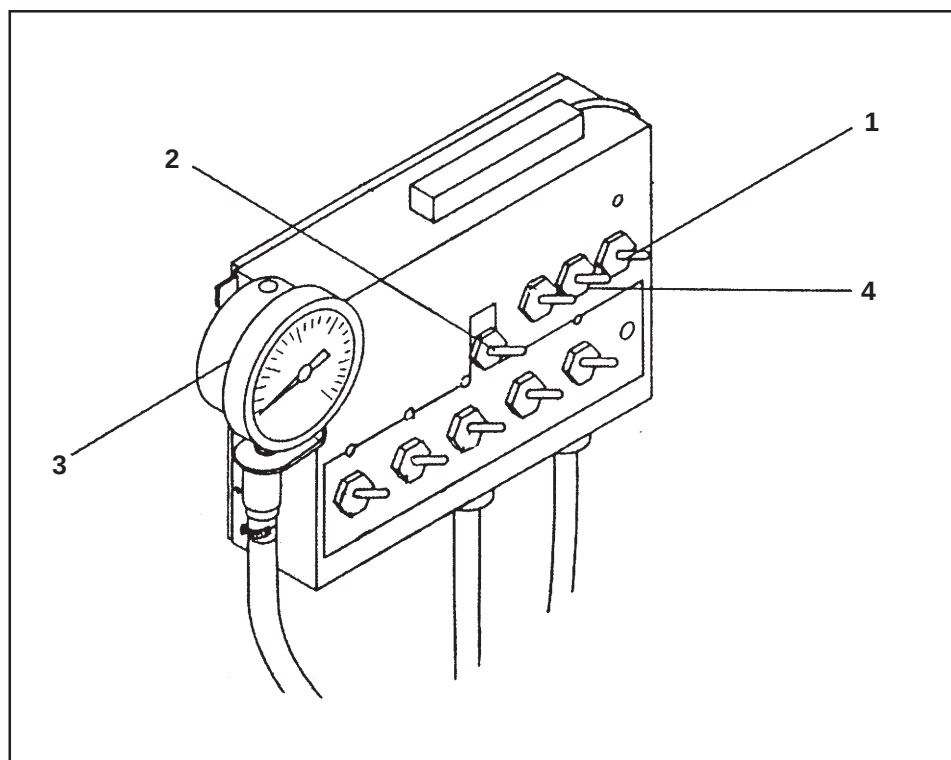
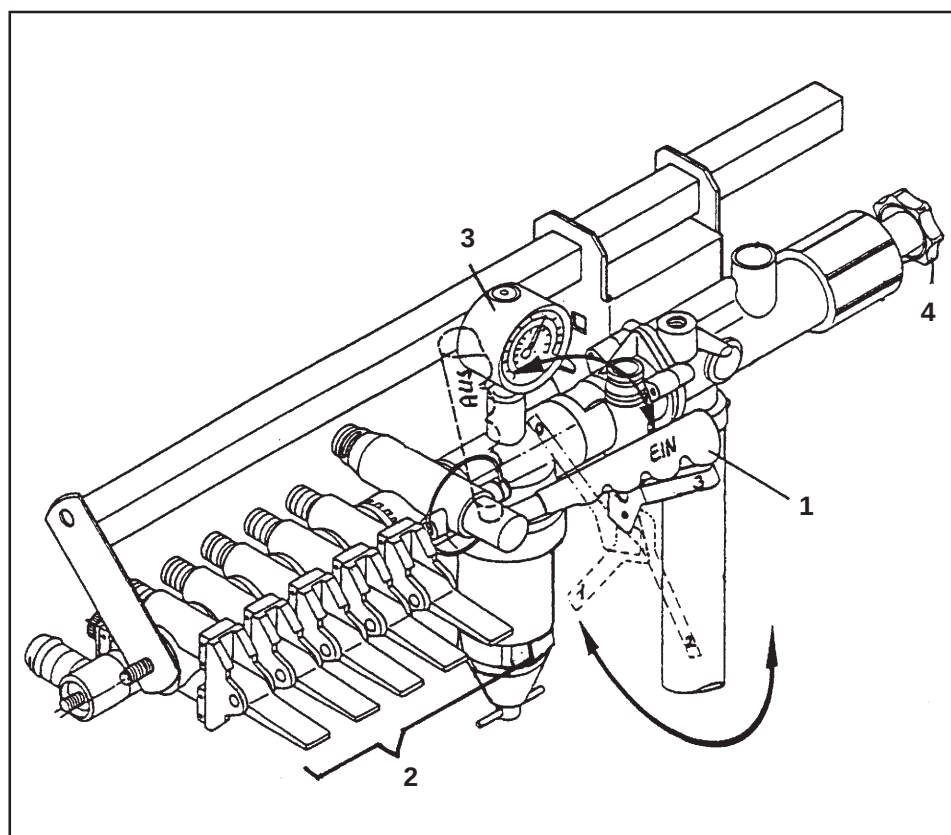

Рис. 6.5
Рис. 6.6
- Выключатель (рис. 6.5/1) электропитания на коробке переключений поставить в положение "I" ("включено"), (только на пультах **"электрический, с дистанционным управлением и коробкой переключений"**).
- Закрывать центральный кран (рис. 6.6/1) и краны дозатора (рис. 6.6/2), **только на пультах управления с ручным управлением** или выключатель (рис. 6.6/2) центрально распылительной штанги установить в положение "0" (только для арматуры управления **"электрическая, с дистанционным управлением и коробкой переключений"**).
- С помощью вращающейся ручки (рис. 6.6/4) или кнопок +/- (рис. 6.5/4) установить на датчике давления (рис. 6.5/3) величину, взятую из таблицы давлений.